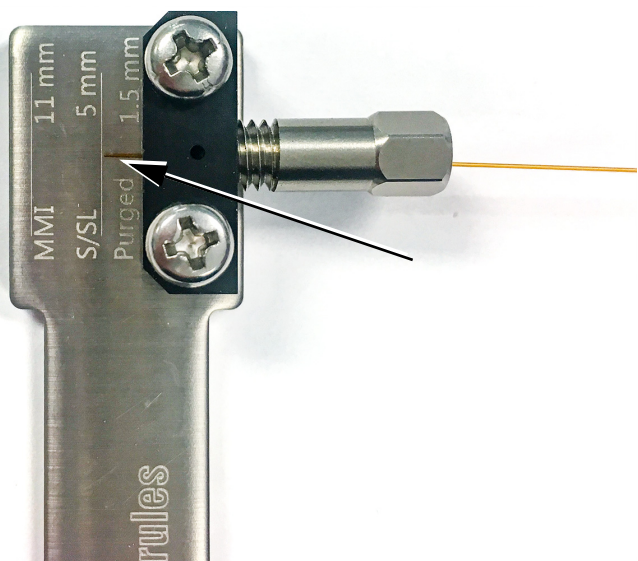

Figure 15. Aligner la colonne (avec/sans division indiqué)
- 5 Ajustez la position de la colonne dans l'outil jusqu'à ce que l'extrémité de la colonne s'aligne avec la bonne dimension pour l'injecteur. Voir la section **Figure 15**.